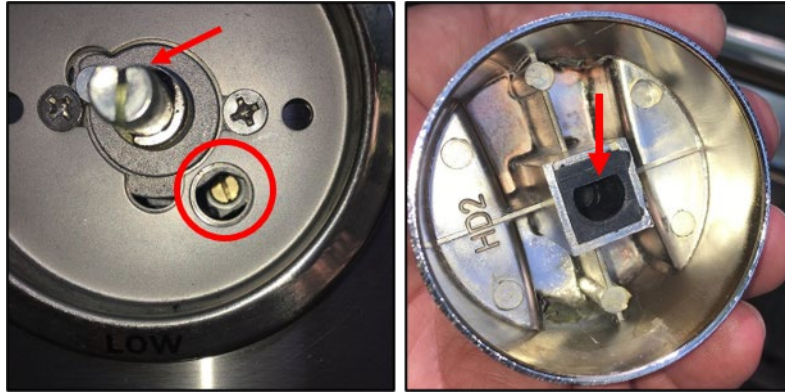

Ilustración 43 Tornillo de ajuste de la llama
- b. Retire la perilla y ajuste el tornillo de fijación que se muestra en la Ilustración 43 hasta que la llama alcance entre 1/2" y 1" de altura.